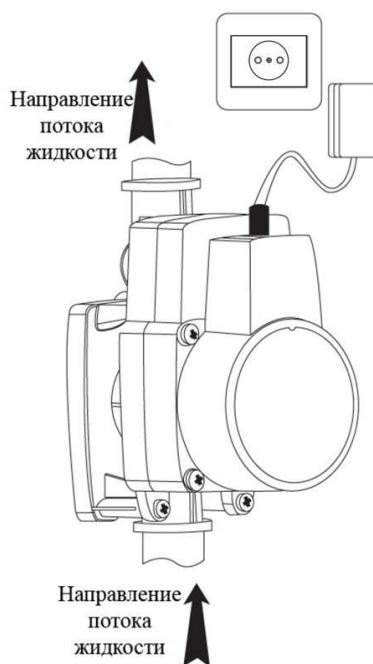

Рисунок 6
2. Подключите сетевой адаптер к источнику питания и откройте водопроводный кран – насос автоматически включится (смотрите рисунок 6 ниже). При закрытии водопроводного крана насос автоматически выключится.